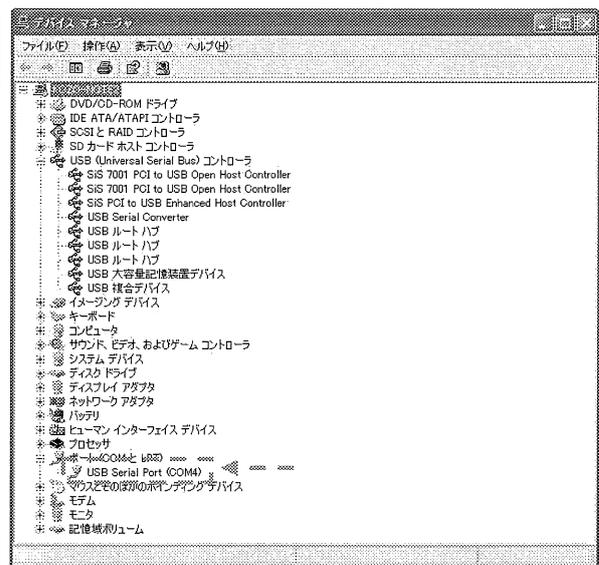

図 A.9 デバイスマネージャ
- ④ デバイスマネージャー画面が現れ、図A.9に示す「ポート (COM/LPT)」の下に仮想 COM ポートドライバ「USB SerialPort (COMx)」がCOM ポートとして追加されており、ここでダブルクリックし、プロパティを開く